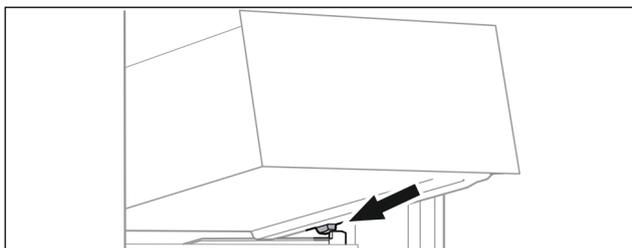

Fig. 57
- Schubfach schräg hinter den Stoppern auf Behälterrippe aufsetzen. (siehe Fig. 57)